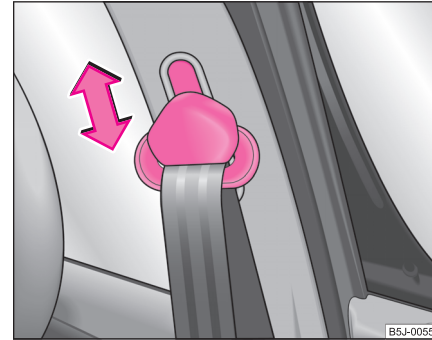

Abb. 123 Vordersitz:
- Zum Einstellen drücken Sie auf den Umlenkbeschlag und verschieben ihn nach oben bzw. unten ⇒ Abb. 123.